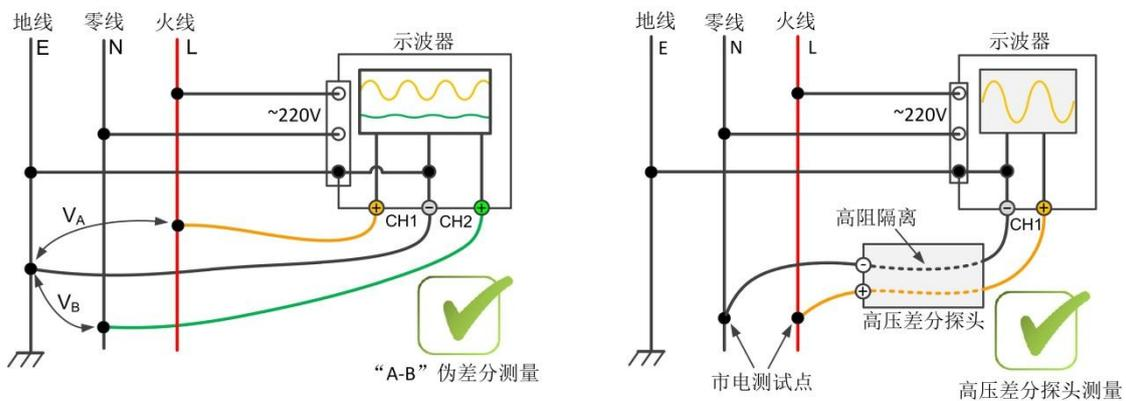

图 1.11 推荐的测量方法
- (1) 使用专用的隔离示波器；
- (2) 使用高压差分探头（图 1.11 右）；
- (3) 使用伪差分测量，即“A-B”测量（图 1.11 左）。
事实上，市电是可以使用普通的无源探头进行安全可靠地测量的，不过此方法必须使用两个通道，将两通道探头的负端（地）均接至电源地线，一个通道的探头探针（正端）接零线，另一个通道的探头探针（正端）接火线（如图 1.11 左所示），则两通道的测量差值即为市电波形，打开 Math 数学运算对 CH1 ( $V_A$ ) 和 CH2 ( $V_B$ ) 做减法运算即可。测量时需要注意以下事项：
高压差分探头, 是专门用来测量高压信号的, 探头测量端是差分的, 火线和零线测试点正反接都没关系, 探头内部通过高阻的方式将测量端的地和示波器的地隔离开来, 可等效为浮地测量, 测量方式如图 1.11 右所示。